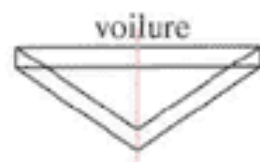

Fig. 1
- 3) *La plage de centrage est toujours voisine de 30% de la corde moyenne du caisson, c'est à dire : la corde moyenne de la voilure du caisson, projetée dans le plan horizontal. 'en gros' c'est pratiquement la totalité de la corde de l'aile supérieure avant (fig.1,2 et 3)*